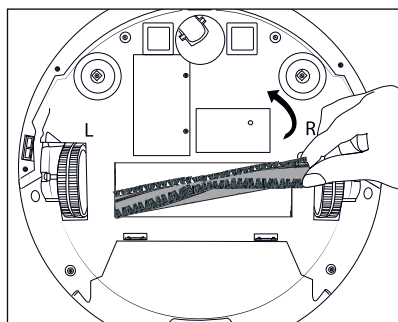

Fig. 15
- ◆ Afferrare il rullo a spazzola **15** dal lato destro e toglierlo dall'apparecchio (vedere fig. 15). Servendosi dello spazzolino **10**, rimuovere peli e sporco.